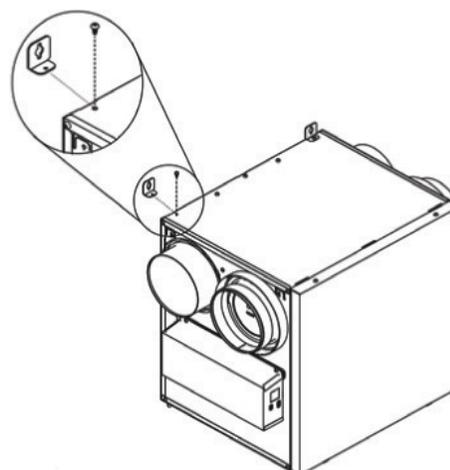

Fig. 3 – Installé au Mur
- Choisir l'/les emplacement(s) approprié(s) pour les supports selon la position du/des montant(s) (Fig. 3).